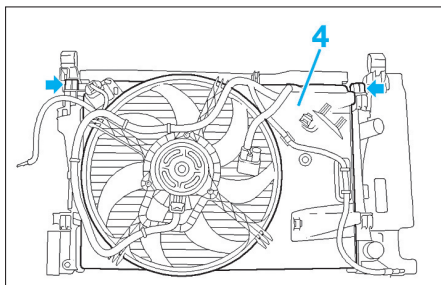

Fig. 26
• Déverrouiller le support de motoventilateur (4) en agissant sur les agrafes (flèches) (Fig.26).